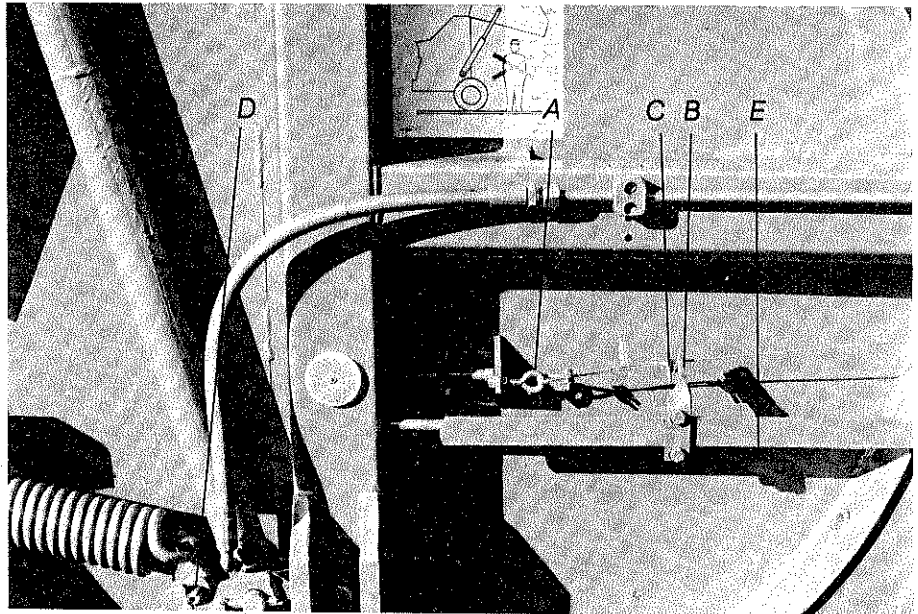

Abb. 16
Mit der Ösenschraube A in Abb. 16 kann der Zeiger an der Preßdruckanzeige eingestellt werden. Der Zeiger soll mittig entsprechend Abb. 23 auf Seite 16 auf das Feld „Start“ stehen.
Das Anlagestück B, Abb. 16, dient zur Anzeige der ordnungsgemäßen Verriegelung der Preßkammer und zwar geht der Zeiger der Preßdruckanzeige erst dann in der Stellung „Start“ zurück, wenn der Verschlußhaken D richtig eingerastet ist.
Der Abstand zwischen Seilklemme C und Anlagestück B, Abb. 16, soll ca. 2 mm betragen.
5. Verriegelungshaken D und Gestänge E (Abb. 16 Seite 15) auf Gängigkeit prüfen, gegebenenfalls gängig machen und ölen.